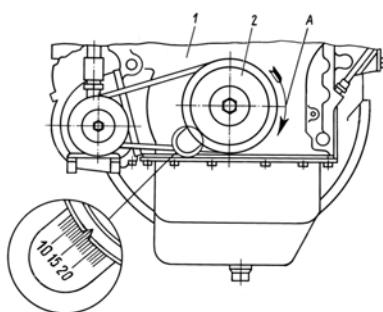
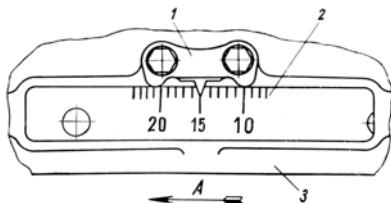
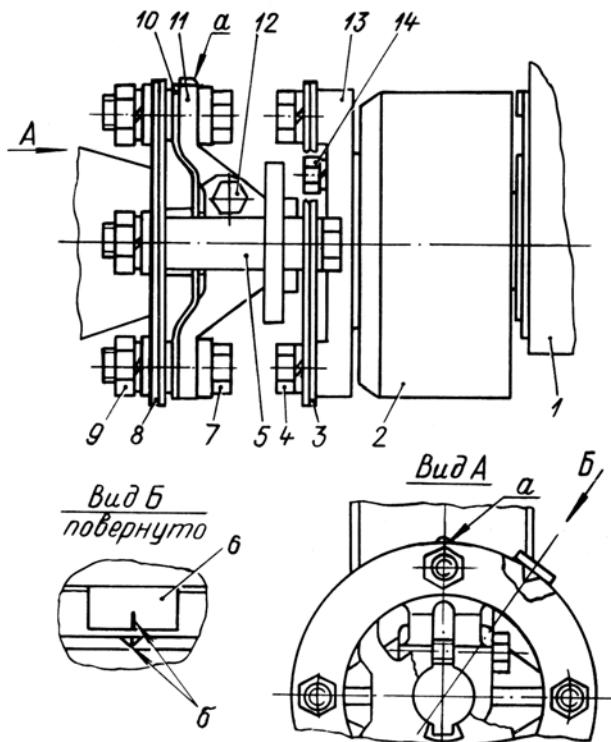

Рис. 15. Совмещение рисок:
Рис. 16. Совмещение рисок:
Рис. 17. Привод топливного насоса высокого давления:
Вращать коленчатый вал двигателя по часовой стрелке (если смотреть со стороны вентилятора) до совмещения меток на шкиве коленчатого вала и крышке шестерен распределения или на маховике с указателем, соответствующих установочному углу опережения впрыска топлива: риска на шкиве коленчатого вала должна находиться против риски, соответствующей установочному углу  $15^\circ$ , на крышке шестерен распределения (рис. 15) или риска «15» на маховике должна совпадать с указателем картера маховика (рис. 16). Для бокового указателя (лючок находится с левой стороны двигателя на картере маховика) значение углов выполнены на маховике в буквенно-цифровом выражении. Для
В момент совмещения меток, показанных на рис. 15 и 16, должны совместиться метка на торце муфты 2 (рис. 17) опережения впрыскивания с риской на указателе 8. Если метки не совместились, отвернуть две гайки 11 и поворотом муфты опережения впрыскивания за счет овальных отверстий на приводе совместить указанные на рис. 17 метки.
1. Установить ведомую полумуфту 14 на муфту 2 (рис. 17) опережения впрыскивания и закрепить ее четырьмя болтами.